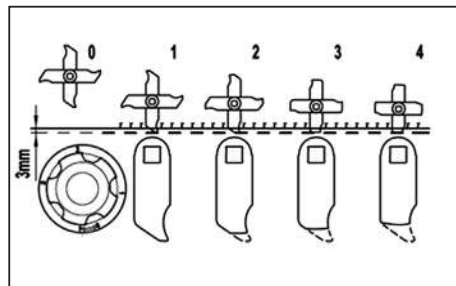

Рис. 13
- Диапазон рабочей глубины может быть выставлен от  $-10$  до  $+5$  мм (рис. 13).